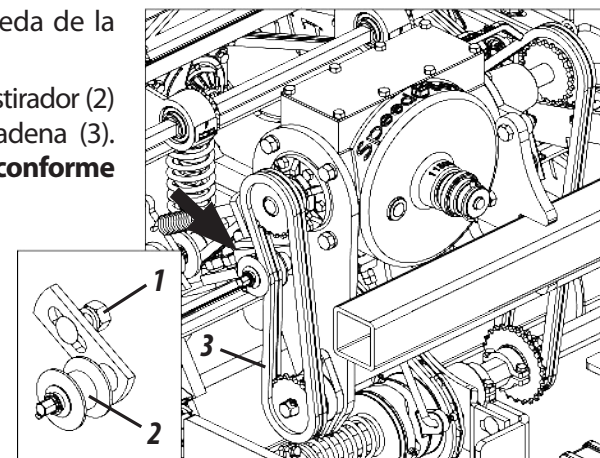

Figura 63
- 1- Suelte la tuerca (1), deslice el estirador (2) ajustando la tensión de la cadena (3). Luego, reajuste la tuerca (1), **conforme muestra la figura 63.**